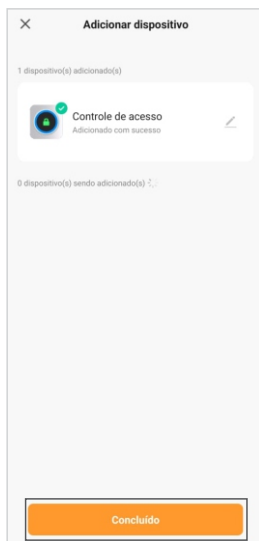

Figura 10
7. En la siguiente pantalla, al finalizar el proceso (figura 10), simplemente seleccione la opción **"Concluído"** (figura 10) y listo: su cerradura ya está sincronizada a su cuenta y solamente usted o las cuentas con las cuales la comparta tendrán acceso a ella a través de la aplicación **"AGL Home"**.